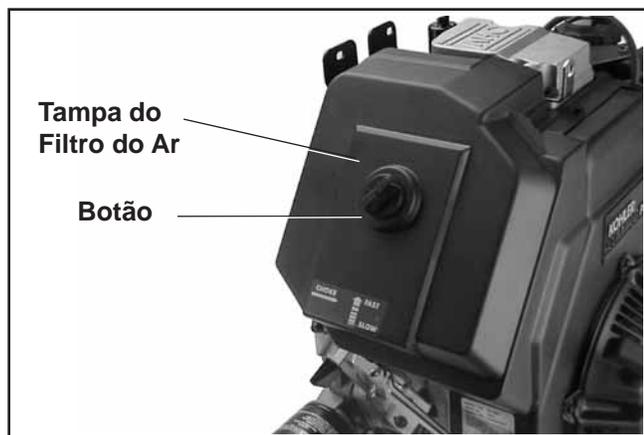

Figura 11-60. Instalar a Tampa do Filtro de Ar.
7. Instale a tampa do filtro de ar e o botão. Consulte a Figura 11-60.